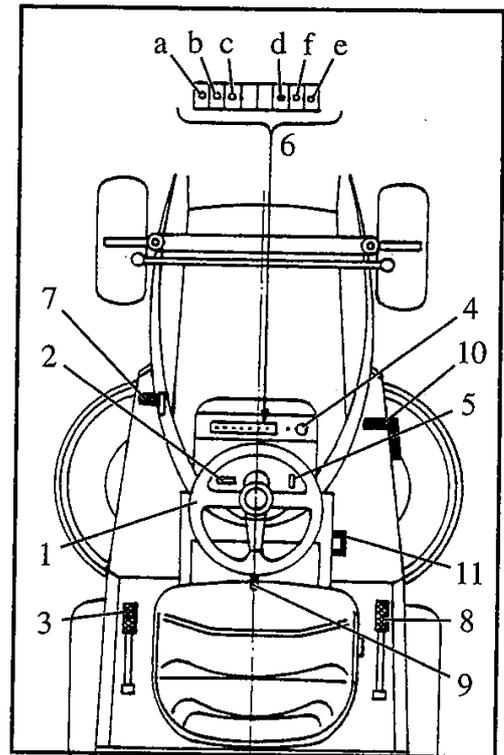

Fig. 6
4.1 Commande, fig. 6
Le siège glisse sur des guides et se règle sur sept positions différentes. Soulevez la poignée (9, fig. 6) et faites glisser le siège jusqu'à ce qu'il s'enclenche dans la position désirée.